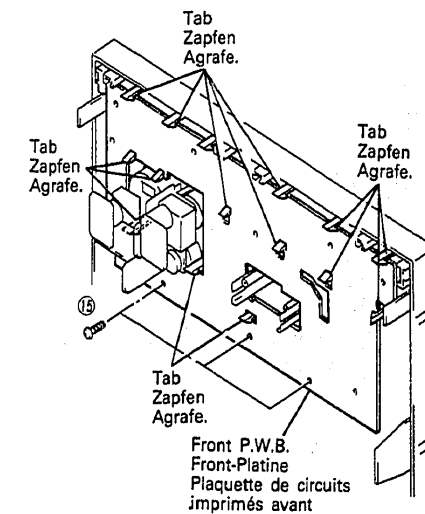

Fig. 9 Abb. 9
11. **Front-Platine (Abb. 9)**
11. **Plaque de circuits imprimés avant (Fig. 9)**